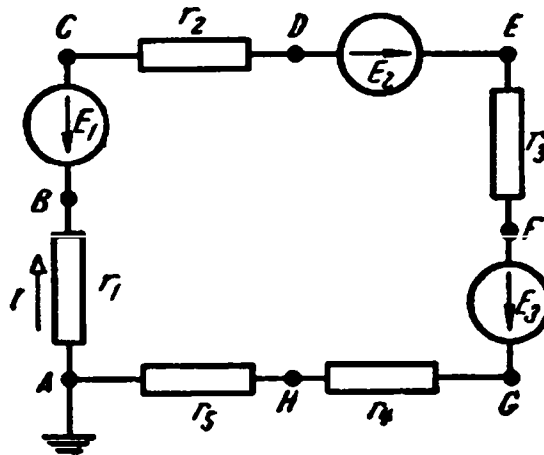

Рис. 1.30. Схема электрической цепи
*Задание:* построить потенциальную диаграмму для цепи (рис. 1.30), если  $E_1 = 8$  В;  $E_2 = 24$  В;  $E_3 = 12$  В;  $r_1 = 4$  Ом;  $r_2 = 6$  Ом;  $r_3 = 10$  Ом;  $r_4 = 12$  Ом;  $r_5 = 8$  Ом. Внутренним сопротивлением источников пренебречь.